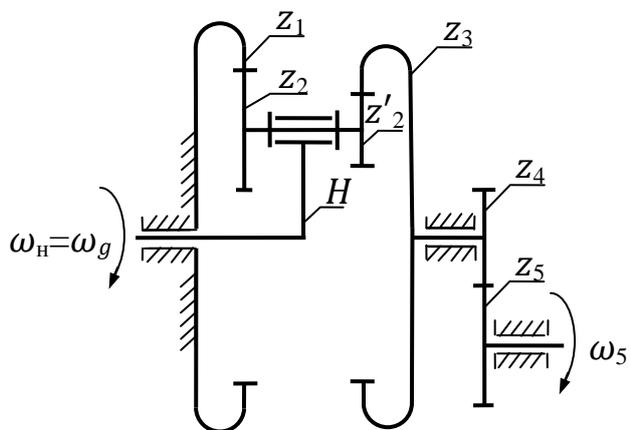

Рисунок 2 – Схемы планетарных редукторов
Уравнения (1) и (2) справедливы для всех типов планетарных редукторов. Но в каждом конкретном типе планетарного механизма будет заторможено то или иное колесо. Число j - для каждого типа планетарного механизма будет свое. Например, в механизме 2 типа (рисунок 2) $\omega_3 = 0$, $j = 1$. Кроме того, в механизме 1 типа $z_2' = z_2$ и два колеса совпадают.